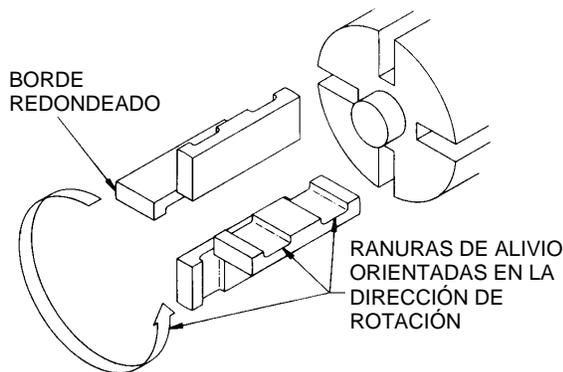
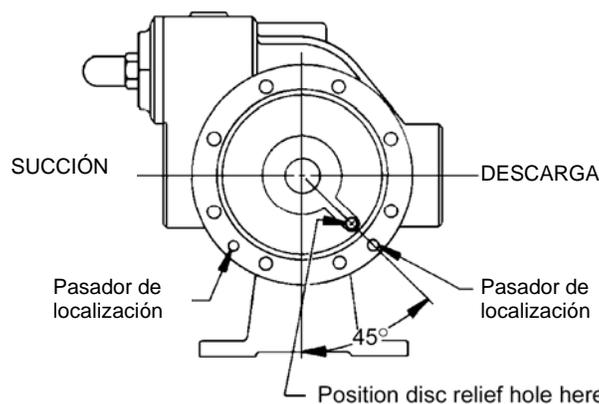

Figura 5 – Reemplazo de las paletas
Figura 6 - Ubicación de los orificios de alivio del disco
3. Gire el eje a mano hasta que una paleta (14) llegue a la posición superior (de las 12 horas) del rotor. Desmonte la paleta.
4. Instale una nueva paleta (14), asegurándose de que el borde redondeado quede HACIA ARRIBA, y que las ranuras de alivio queden orientadas hacia la dirección de rotación. Consulte la figura 5.
1. Alinee la chaveta de la camiseta con el tornillo de fijación (74) que se extiende hacia abajo, al interior de la carcasa de la bomba (12) y comience a insertar la camiseta (41) al interior de la carcasa. La palabra "INTAKE" grabada en la camiseta deberá quedar orientada hacia el puerto de succión de la carcasa de la bomba. Golpee uniformemente el borde externo de la camiseta con un mazo de caucho para insertarlo completamente en la carcasa.
2. Coloque el disco (71) contra la camiseta (41) con la cavidad del sello hacia fuera y el orificio de alivio del disco situado tal como se muestra en la figura 6.
3. Sin instalar el O-ring del cabezal (72) ni los componentes del sello mecánico, conecte temporalmente el cabezal externo (20) y el rodamiento (24) a la carcasa (12). Instale y apriete manualmente dos tornillos prisioneros (21), separados 180 grados entre sí. Este cabezal se utilizará para sujetar y alinear el rotor y el eje (13) mientras al lado interno de la bomba está montado. **NOTA: Es una buena práctica conectar cabezales de la bomba a los mismos extremos de los cuales fueron desmontados.**
4. Antes de instalar el conjunto de rotor y eje (13), deberá determinarse la dirección de rotación de la bomba tal como se indica a continuación: Si la bomba se va a instalar del **lado derecho** con rotación **hacia la derecha**, el puerto de succión y la válvula de alivio deberán estar a la **derecha** con el extremo de accionamiento del eje orientado hacia el observador. Si la bomba se va a instalar del **lado izquierdo** con rotación **hacia la izquierda**, el puerto de succión y la válvula de alivio deberán estar a la **izquierda** con el extremo de accionamiento del eje orientado hacia el observador.
5. Retire las paletas (14) y las varillas de empuje (77) del conjunto de rotor y eje (13). Inspeccione en busca de desgaste y daños, y reemplace según se indica a continuación:
- a. Inserte las paletas (14) en las ranuras inferiores del rotor, con las ranuras de alivio orientadas hacia la dirección de rotación de la bomba y con los bordes redondeados hacia fuera. Consulte la figura 5.
- b. Si la bomba está equipada con el rotor de cuatro paletas y con el eje (13A), sujete las dos paletas inferiores (14) en posición mientras inserta las dos varillas de empuje (77).
- c. Después de haber instalado las paletas inferiores (14) (y las varillas de empuje (77) si las tuviera), inserte cuidadosamente el extremo no conducido del rotor y el eje en la carcasa (12).
- d. Instale las paletas restantes (14) en las posiciones superiores del rotor.
6. Instale el disco (71) del lado interno de la bomba con la cavidad del sello orientada hacia fuera y el orificio de alivio del disco situado tal como se muestra en la figura 6.
7. Instale un nuevo O-ring del cabezal (72) en la ranura entre el disco (71) y la carcasa (12).